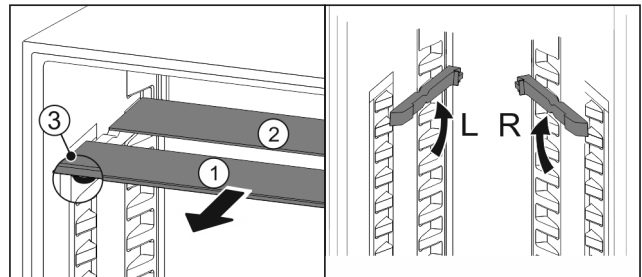

Fig. 96
- Glasplatten einzeln nach vorne herausziehen Fig. 96 (1).
- Glasplatte Fig. 96 (1) mit Zierleiste liegt vorne.
- Stopps Fig. 96 (3) zeigen nach unten.